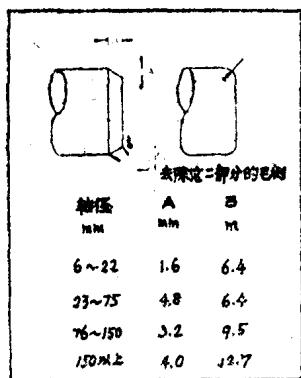

图10 轴的倒角尺寸
2. **轴的准备：**轴上不可有毛刺、缺口、划痕。为防止装配时轴端面刮伤唇口，便于安装，轴的端面部分应该有倒角或圆角(图10)。没有过渡圆弧倒角的情况下，或必须越过一个槽安装油封时，必须使用薄壁轴衬。